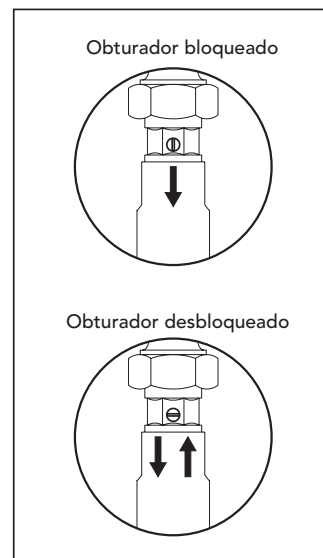

fig. 7b
- Para vaciar completamente la instalación de calefacción, utilizar la llave (20 - fig. 12) tras desbloquear los obturadores de las dos válvulas antirretorno (25 - fig. 12) (véase también fig. 7b). Como desahogo, utilizar las válvulas de los radiadores y la válvula (24 - fig. 12).